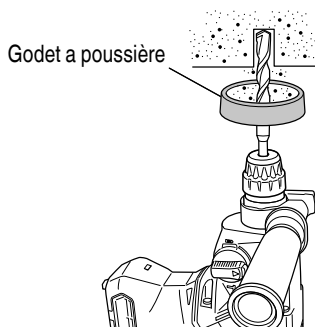
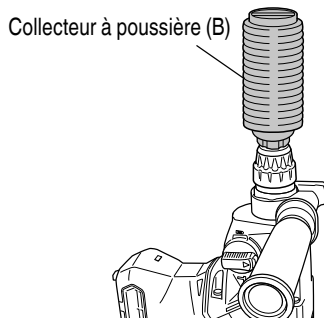

Fig. 13
Fig. 14
4. Lors de l'installation de la capuchone à poussière ou du collecteur de de poussière (B) (accessoires en option) (Fig. 13, Fig. 14)
Utiliser la capuchone à poussière en la fixant au foret comme montré dans la Fig. 13.
- Pose du collecteur à poussière (B)
Lors de l'utilisation du collecteur à poussière (B), l'insérer par le bout du foret en l'alignant avec la rainure sur la poignée. (Fig. 14)